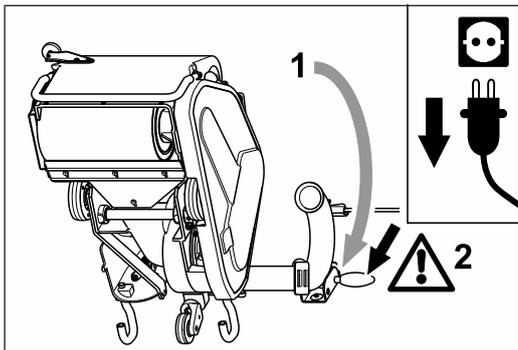

Abb. 63 Die Maschine nach hinten kippen (1) und vorsichtig auf dem Boden ablegen. **Achten Sie auf einen sicheren Stand der Maschine (2)!**
- 4 Kippen Sie die Maschine über die Sturzbügel nach hinten (Abb. 63, 1). Legen Sie die Maschine vorsichtig auf dem Boden ab. **Achten Sie auf einen sicheren Stand der Maschine (Abb. 63, 2)!**